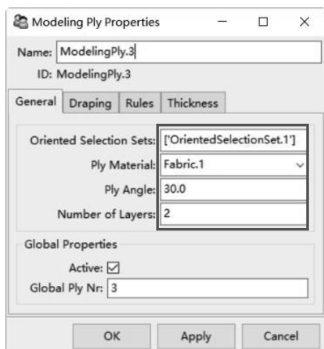

图 7-35 创建 30°铺层角
(4) 右键单击【Modeling Groups. 1】，从弹出的快捷菜单中选择【Create Ply...】，弹出创建铺层属性对话框，如图 7-35 所示，【Oriented Selection Sets】= Oriented Selection Sets. 1，【Ply Material】= Fabric. 1，【Ply Angle】= 30.0，【Number of Layers】= 2，其他默认，单击【OK】关闭对话框。